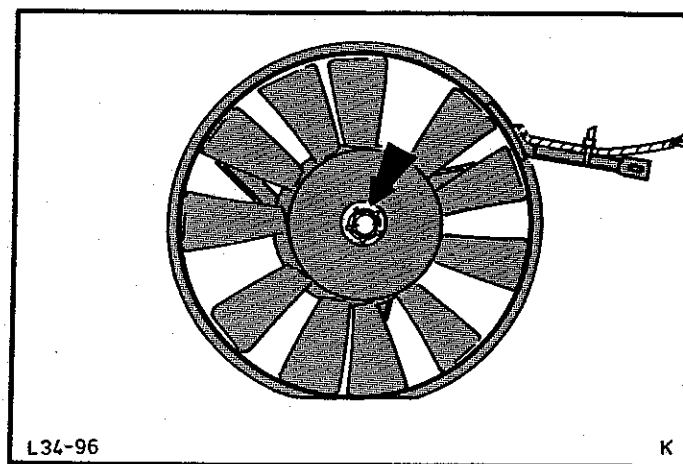

Abb.60 Lüfter vom Lüftermotor abbauen
4. Lüfter vom Lüftermotor abbauen, Abb.60, (1 Mutter mit Linksgewinde!), und Motor vom Halter abbauen, (3 Schrauben).